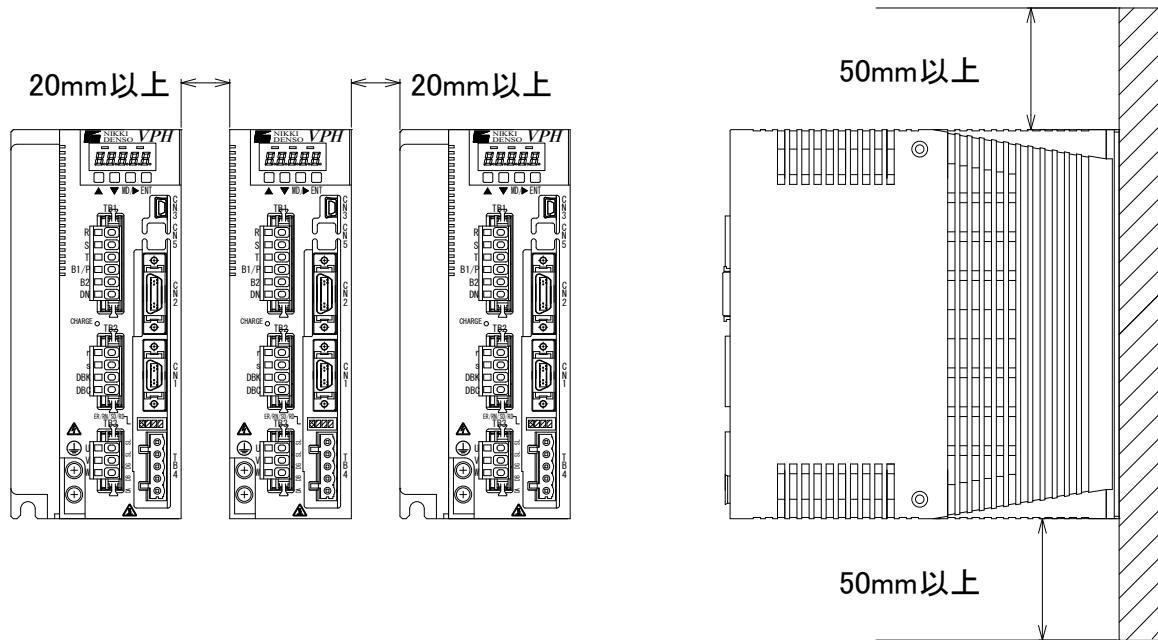

図2-2 装置の取付けと通気性
- 装置の上下・左右の空間は、放熱性やメンテナンス性の点から、図2-2で指定した距離（他の装置や部品および制御盤壁面との間隔）を確保してください。